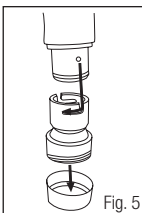

Fig. 5
2. Se usar uma traquéia da série BT, primeiro rosqueie o adaptador V-199 da 3M™ na porta de saída do GVP-100. Então prenda a traquéia BT no adaptador inserindo a extremidade do tubo com duas pontas no alto do adaptador. Gire a extremidade do tubo para travá-la no lugar (Fig. 5).